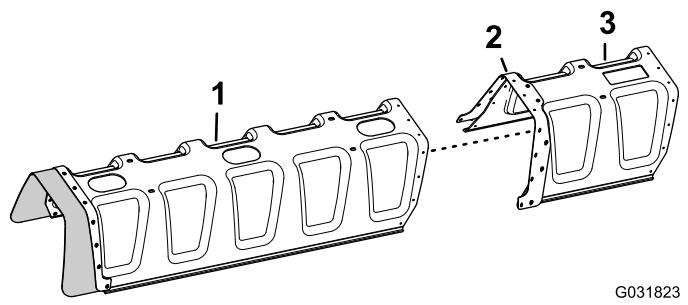

Figura 147
3. Allineate i fori della piastra di rinforzo (fila doppia) sull'estensione della copertura con i fori nell'estremità della copertura della barra a 11 ugelli (Figura 147).